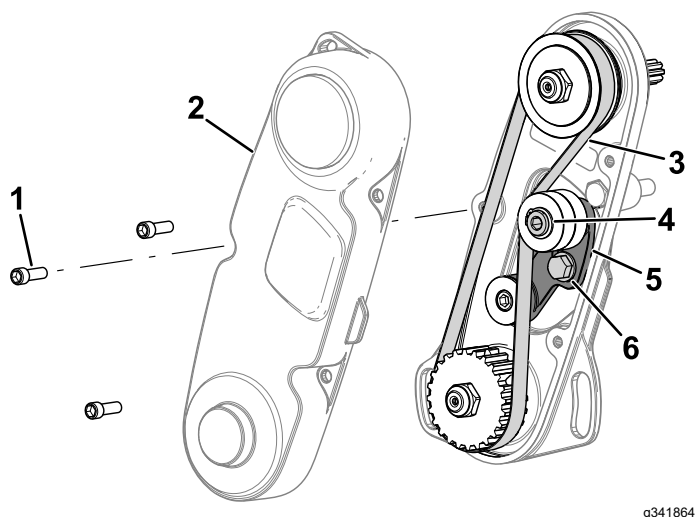

Figura 14
3. Utilizzate una chiave torsiometrica lunga per applicare da 6 a 7 N·m sulla vite interna del braccio di rinvio superiore (Figura 14).